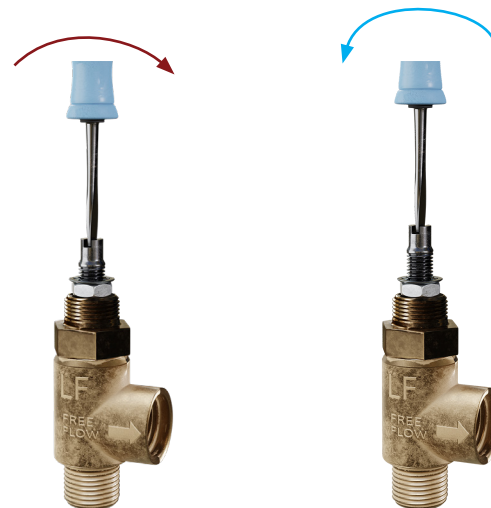

Figure 3
Ajustement de la régulation de débit à l'ouverture des vannes : La régulation de débit à l'ouverture des vannes permet un débit libre dans le couvercle et un débit restreint hors du couvercle de la vanne principale. Si la récupération de la pression est lente en cas de demande en aval accrue, desserrez la vis de réglage, vers la sortie (OUT) dans le sens antihoraire, augmentant ainsi le taux d'ouverture. Si la récupération de la pression en aval est trop rapide, comme indiqué par une augmentation rapide de la pression, possiblement plus élevée que le point de consigne désiré, tournez la vis de réglage vers l'entrée (IN) dans le sens horaire, diminuant ainsi le taux d'ouverture (voir la figure 3).